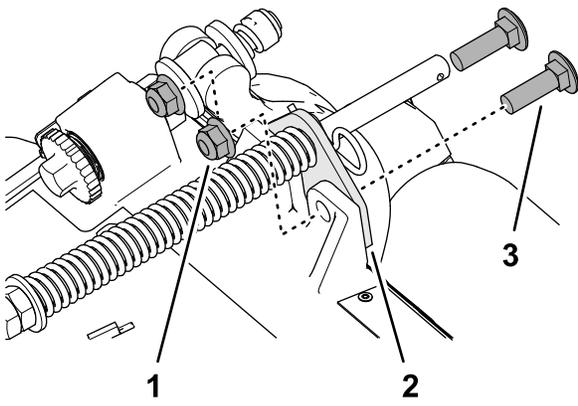

图 18
2. 拆下将草坪补偿支架固定到滚刀组架的 2 个凸缘锁紧螺母  $\frac{3}{8}$  英寸和 2 个托架螺栓  $\frac{3}{8}$  x  $1\frac{1}{4}$  英寸图 18。